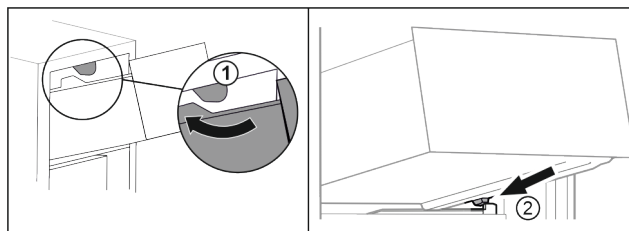

Fig. 16
- ▶ Introducir el cajón rodeando los topes superiores Fig. 16 (1).
- ▶ Colocar el cajón inclinado detrás de los topes inferiores sobre la nervadura para recipientes Fig. 16 (2).